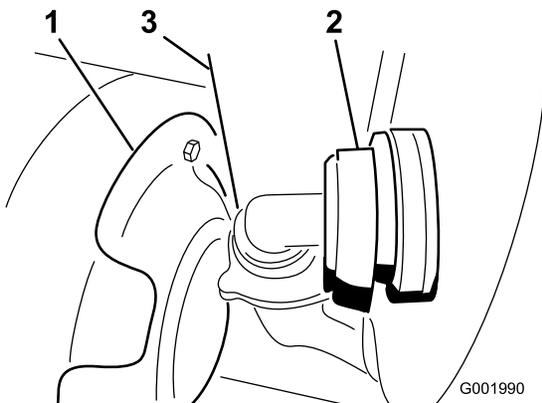

Bild 57
3. Schließen Sie den Schlauch im unteren Bereich vorne am Behälter ab (Bild 57).
Hinweis: Sie müssen das Wärmeschutzblech (Bild 57) möglicherweise zurück drücken, um die Abdeckung abzuziehen.
7. Schließen Sie den Schlauch vorne am Tank an (Bild 57).